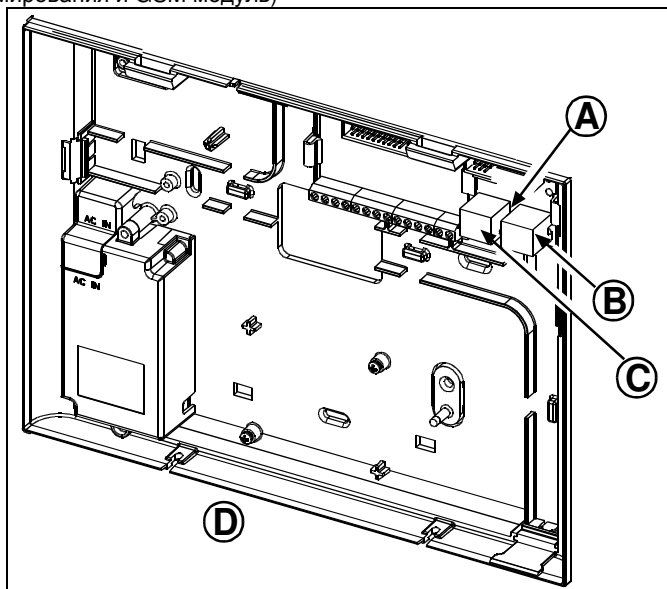

Рисунок 3.20 – Установка RS-232 модуля
2. Подключите ПК или GSM к одному из гнезд (A или B) (см. Рис. 3.20)